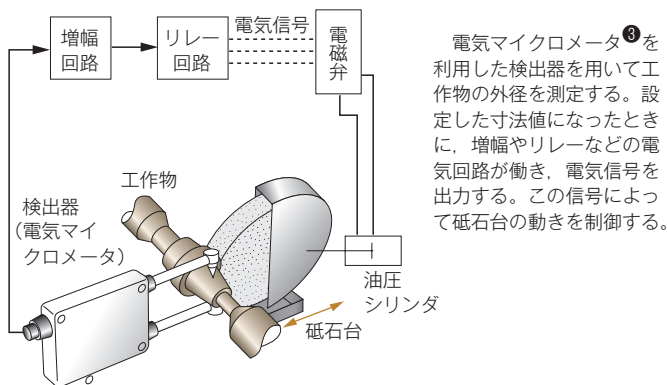

図20 研削加工^③のインプロセス計測の例
加工する機械上で計測することを、オンマシン計測という。オンマシン計測には、加工中の工作物を直接測定して機械を制御するための信号を出すインプロセス計測^①(図20)と、加工後の工作物を測定し、その結果を機械にフィードバックするポストプロセス計測^②がある。